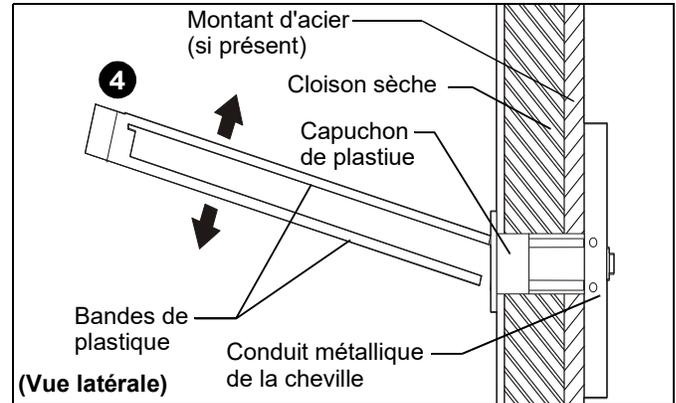

Figure 64
4. Cassez les bandes de plastiques de la cheville au niveau du mur en poussant bord à bord pour les dégager au niveau de la collerette du capuchon de plastique. (Voir figure 64)